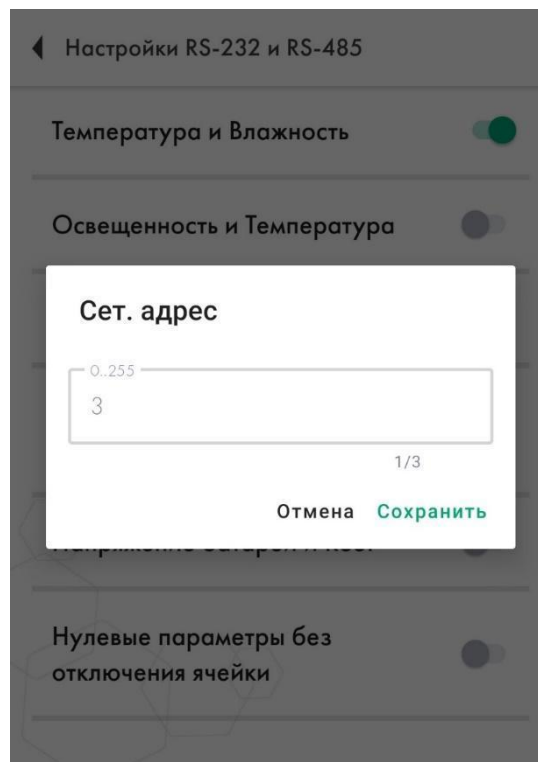

Рисунок 14 – Окно привязки сетевого адреса LLS
2.3.12 Для включения требуемых параметров необходимо перетащить соответствующий ползунок вправо. Далее в ответ на запрос сетевого адреса ввести его значение (от 0 до 255) и нажать **«Сохранить»**. Например, на рис. 14 показано